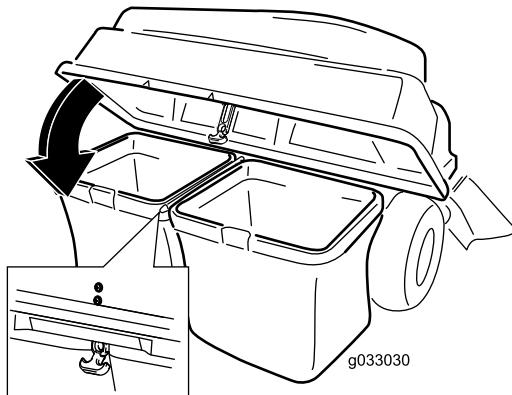

Figura 15
5. Spusite poklopac sakupljača na vreće (Figura 15).